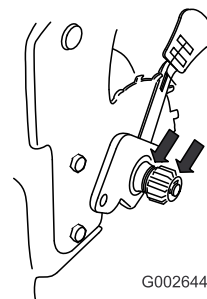

Figura 45
2. Aplique aceite lubricante al interior y al exterior de los engranajes (ver Figura 45).